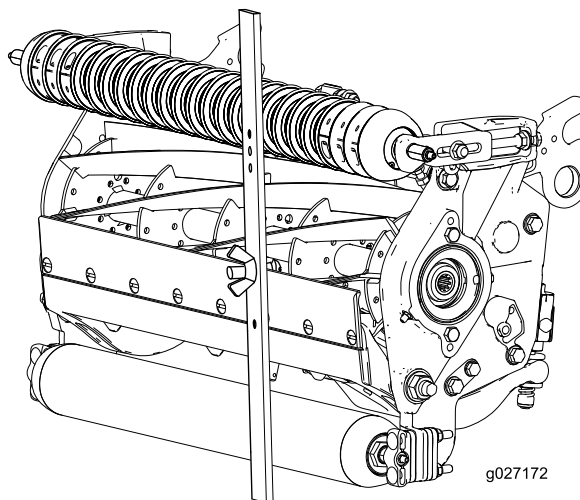

Bild 17
4. Haken Sie den Schraubenkopf an die Schnittkante des Untermessers ein, und stützen Sie das hintere Ende der Leiste auf der Heckrolle ab (Bild 17).
5. Drehen Sie die Einstellschraube, bis die Frontrolle die Messlehre berührt (Bild 17).